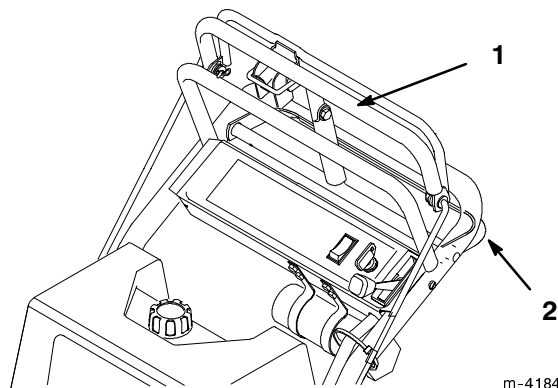

Abbildung 14
3. Langsam den oberen Fahrtriebshebel drücken, um vorwärts zu fahren (Abb. 14).
Um geradeaus zu fahren, auf beide Enden des oberen Fahrtriebshebels gleich stark drücken (Abb. 14).
Zum Richtungswechsel, die rechte Seite des Fahrtriebshebels ziehen, um nach rechts zu fahren, die linke Seite ziehen, um nach links zu fahren (Abb. 14).
3. Langsam untere Betätigungsstange und Griffstange zusammendrücken, um rückwärts zu fahren (Abb. 14).
Um geradeaus zu fahren, gleichmäßigen Druck auf beide Seiten des unteren Fahrtriebshebels ausüben (Abb. 14).
Zum Richtungswechsel den Druck auf der Seite des Fahrtriebshebels wegnehmen, in die man abbiegen möchte (Abb. 14).